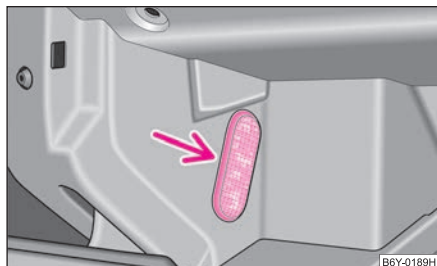

Fig. 176 Déposer l'éclairage du vide-poches côté passager avant
- Insérer un couteau ou quelque chose de semblable latéralement entre l'éclairage et la boîte à gants ⇒ fig. 176. Débloquer prudemment l'éclairage.